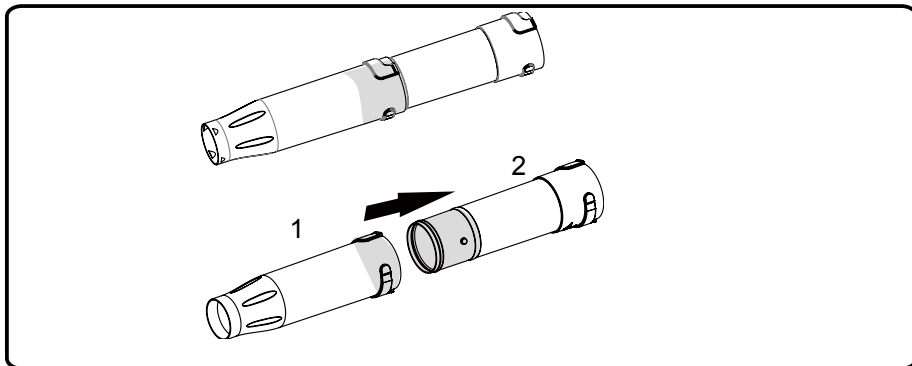

Fig.3
3. Installez le tube 1 dans le tube 2 puis tournez dans le sens horaire jusqu'au verrouillage. (Reportez-vous à la Fig. 3)